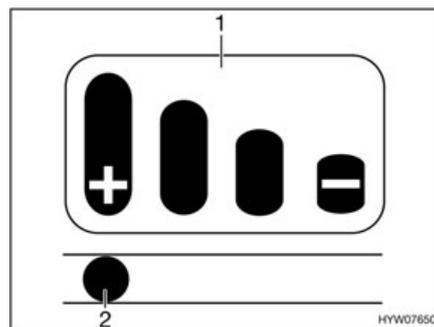

Fig. 180 Témoin d'usure
Un témoin d'usure (Fig. 180) avec diagramme à bâtons (Fig. 180,1) figure sur la poignée d'attelage.
- Quand la goupille (Fig. 180,2) dans le trou oblong se trouve sur la marque avec le signe "+", les garnitures de friction sont encore à l'état neuf.